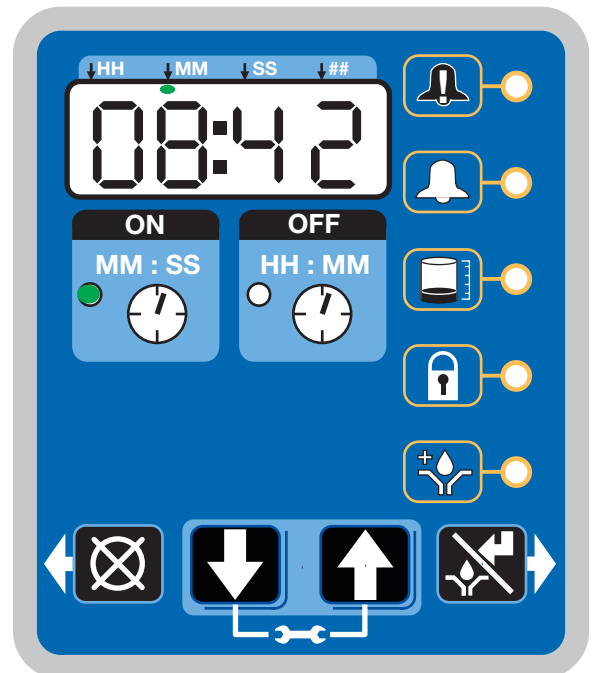

FIG. 35
- Quand le compte à rebours du temps d'arrêt arrive à zéro, la pompe de lubrification automatique G3 allume la pompe qui se met en marche pour le cycle de temps de MARCHE programmé (FIG. 35).
- L'exemple illustré à la FIG. 35 montre un temps de marche de 8 minutes et 42 secondes avant la fin du cycle de lubrification.